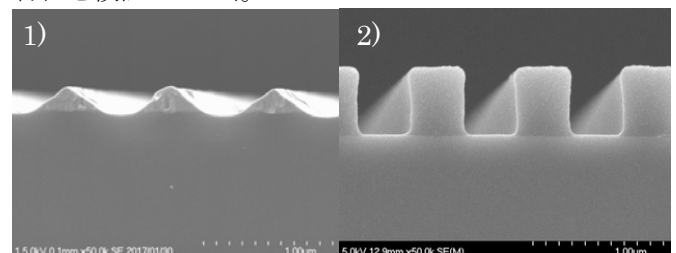

Fig. 1 SEM images of fine pitch structures
実験 1) および 2) で作製した基板のパターン断面図を Fig. 1 に示す。実験 1) では、処理前の ITO 層厚 500 nm に対し著しく低く(約 100 nm)、かつ山型に浸食された形状の ITO パターンが得られた。①ITO 自体の強度不足および②エッチング過剰によるものと推定され、ITO を用いたガラス上への矩形パターンの形成は困難と考えられた。一方、実験 2) のレジストパターンは L/S = 1/1、ピッチ 400 nm の矩形パターンが得られた。今後はエリアサイズを拡大したパターン形成し、サブミクロンパターンの諸特性を検証していく。